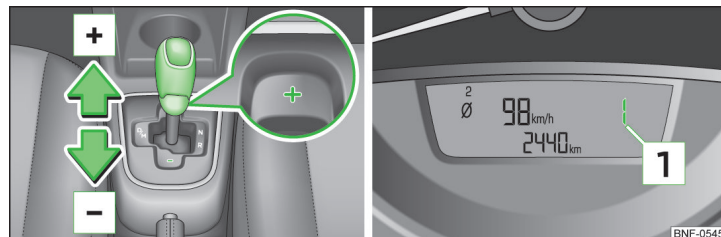

Fig. 82 Selector: selectarea manuală/ afișarea pe ecran
- Cuplați maneta selectorului de viteze n poziția amortizată, nspre stnga și se- lectați poziția **M**. Pe afișajul panoului de bord apare poziția selectată **1** » fig. 82.
- mpingeți ușor maneta selectorului de viteze spre n față  » fig. 82.
► mpingeți ușor maneta selectorului de viteze spre napoi  » fig. 82.